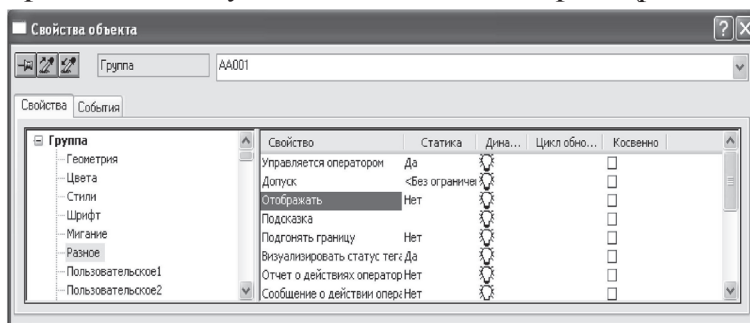

Рис. 3.16. Скрытие группы объектов на видеокадре в режиме Runtime
7. В группе *Разное* присваиваем свойству *Отображать* значение *Нет*, теперь объект не будет отображаться на экране (рис. 3.16).